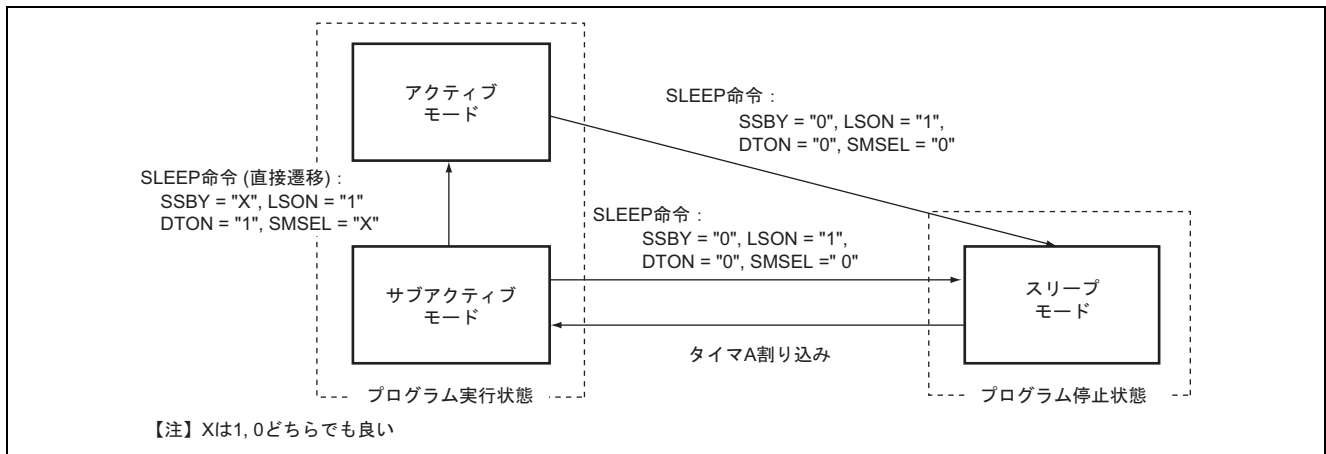

図 1 スリープモード サブアクティブモードへの遷移におけるモード遷移図
1. 本タスク例では、低消費電力モードのスリープモード サブアクティブモードへの遷移を行ないます。図 1 にスリープモード サブアクティブモードへのモード遷移図を示します。